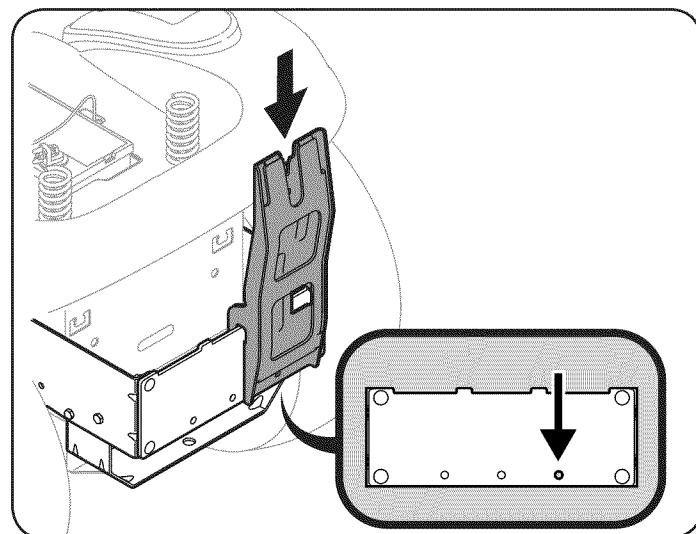

Figure 7
5. Instale el soporte vertical en el ensamblaje de montaje en el tractor enganchándola sobre el soporte de montaje transversal y alineando con el orificio de la derecha como se muestra en la Figure 7.